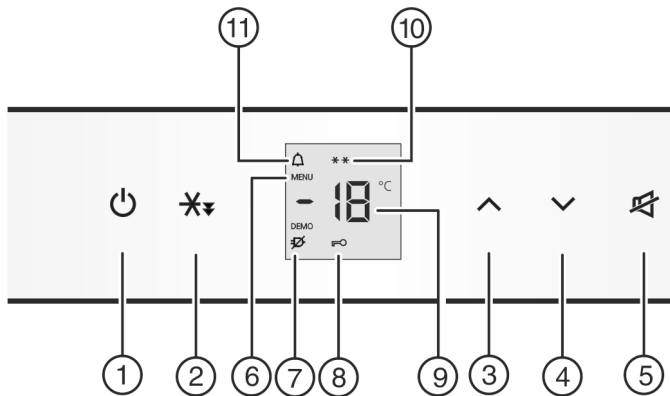

Fig. 2
- Premere il tasto On/Off Fig. 2 (1).
- Attivazione del modo regolazione: Premere il tasto SuperFrost Fig. 2 (2) per ca. 5 sec.
- Il simbolo Menu Fig. 2 (6) si illumina.
- Premere brevemente il tasto SuperFrost Fig. 2 (2) per confermare.
- Per inserire la sicurezza bambini premere brevemente il tasto SuperFrost Fig. 2 (2).
- Il simbolo Sicurezza bambini Fig. 2 (8) si illumina. Nel display lampeggia **c**.
- Per disinserire la sicurezza bambini premere brevemente il tasto SuperFrost Fig. 2 (2).
- Il simbolo Sicurezza bambini Fig. 2 (8) si spegne. Nel display lampeggia **c**.
- Disattivazione del modo regolazione: premere il tasto On/Off Fig. 2 (1).
- Premere il tasto Allarme Fig. 2 (5).
Contemporaneamente lampeggiano il display della temperatura e il simbolo Allarme Fig. 2 (11).
L'allarme acustico si disattiva automaticamente e il simbolo Allarme *Fig. 2 (11)* si spegne e il display della temperatura cessa di lampeggiare, quando la temperatura è di nuovo sufficientemente fredda.
- Premere il tasto Allarme *Fig. 2 (5)*.
- Regolazione della temperatura su valori più caldi: Premere il tasto di regolazione Up *Fig. 2 (3)*.
- Regolazione della temperatura su valori più freddi: Premere il tasto di regolazione Down *Fig. 2 (4)*.